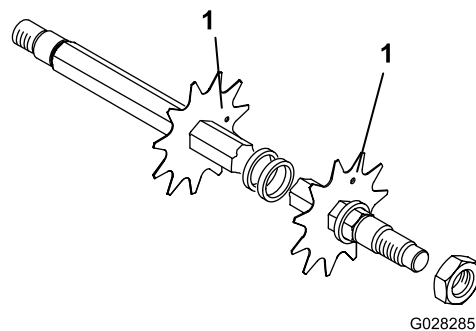

図 6
3. 次のブレードは左回りにシャフトの一面分ずらして合印が面1つ分ずれるように取り付ける 図 6。この手順を繰り返して、全部のブレードとスペーサを組み付ける。